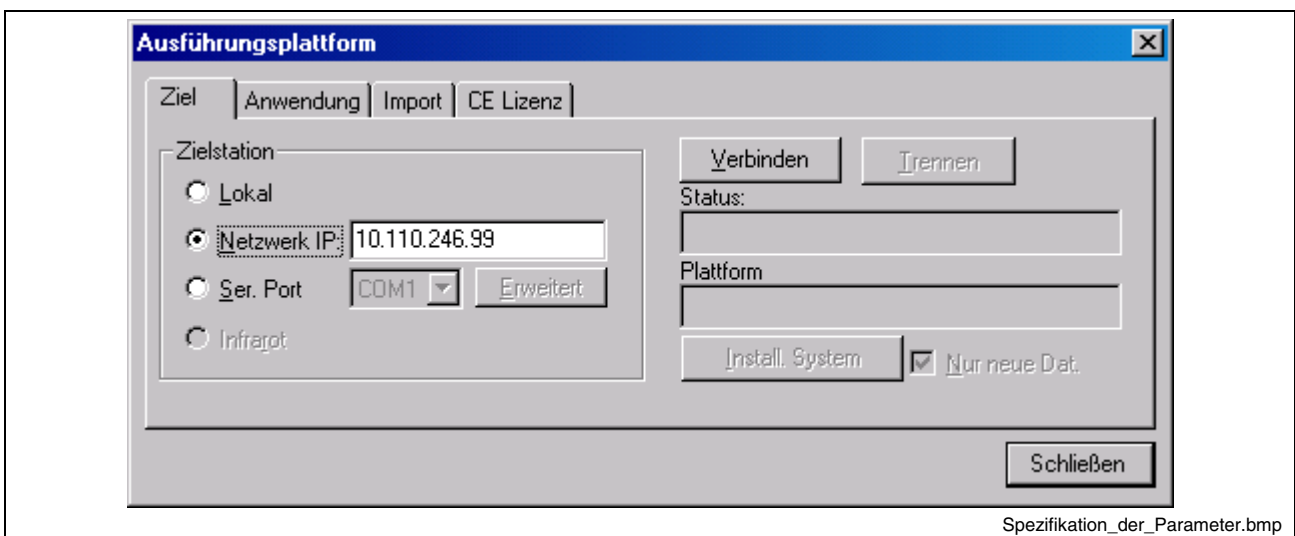

Abb. 7-3: Spezifikation der Parameter
- Abb. 7-3: Spezifikation der Parameter 7-2